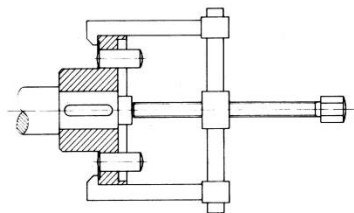

Bild 12
- Kupplung mittels Kupplungszieher abziehen (Bild 12). Passfeder (PF2) herausnehmen.